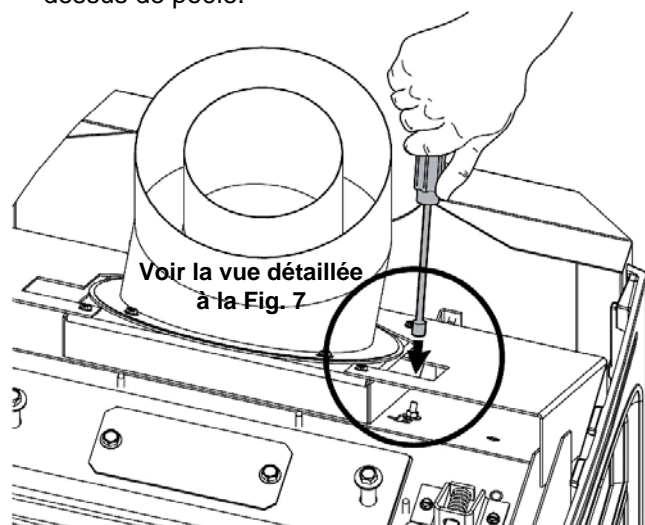

Figure 6. Utilisez un tournevis à douille pour modifier le réglage de la plaque de restriction d'évacuation.
3. Repérez la tige pivotante du côté droit au haut de la chambre de combustion. Avec un tournevis à douille (tourne-écrou) de 7 mm (ou 9/32 po), desserrez l'écrou de la tige pivotante, puis poussez la tige pivotante vers la gauche pour la désengager de sa position actuelle (tel qu'installé par le fabricant). Avancez la tige pivotante jusque dans la fente appropriée qui correspond à votre configuration d'évacuation spécifique. Voir les figures 6 et 7.